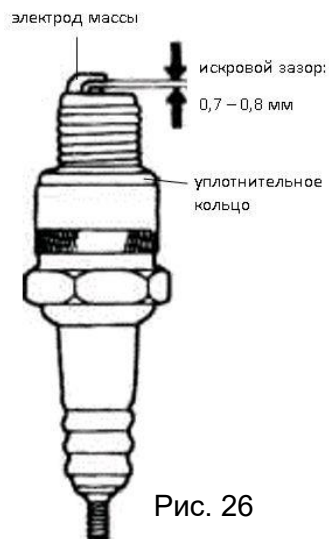

Рис. 26
5. Измерьте расстояние между электродами с помощью щупа. (см. рис. 26) Расстояние между электродами: $0,70 \pm 0,80$ мм. При необходимости подогните электрод массы до нужного расстояния.